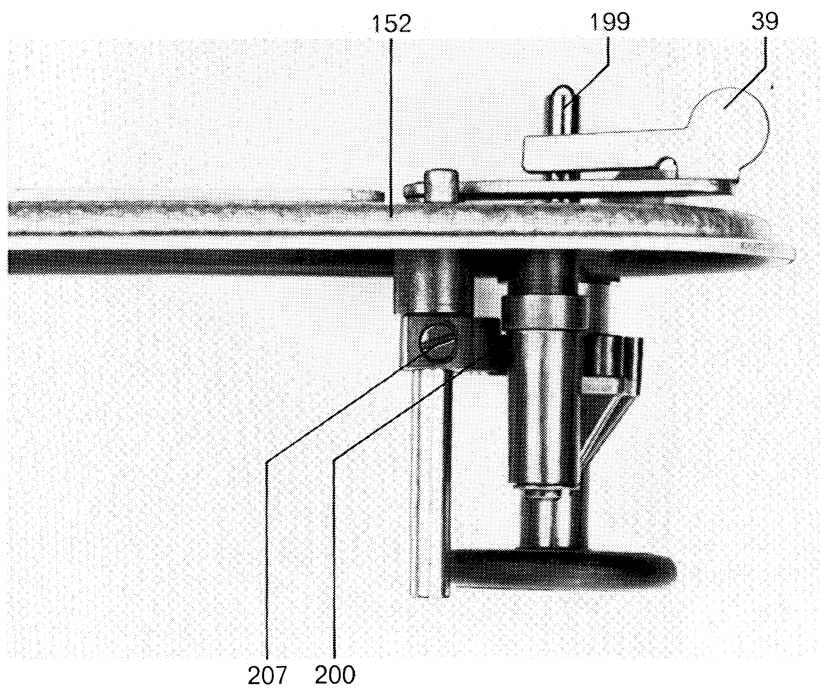

Abb. 33
28. Einstellen des Spulers (Abb. 33 und 34)